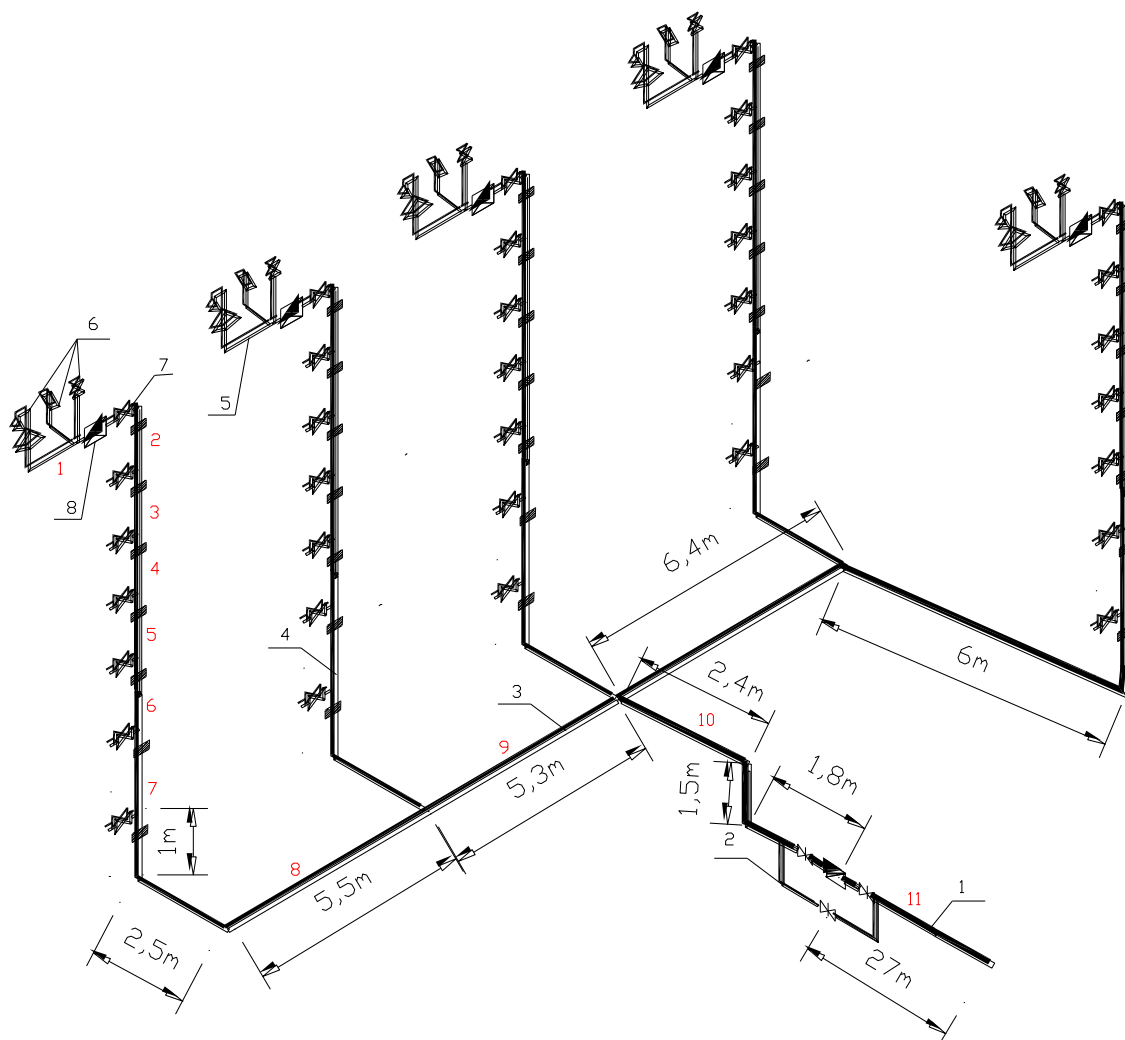

Рисунок 3 – Система внутреннего водопровода
Система внутреннего холодного водоснабжения (рис.3) включает: ввод, водомерный узел, магистральный трубопровод, стояки, подводки к санитарно-техническим приборам, водоразборную арматуру, запорную арматуру, индивидуальные счетчики воды.
1. На аксонометрической схеме водопровода намечается диктующий стояк (рис.3) наиболее удаленный от ввода.
Исходные данные для схемы внутреннего водопровода (рис.3).